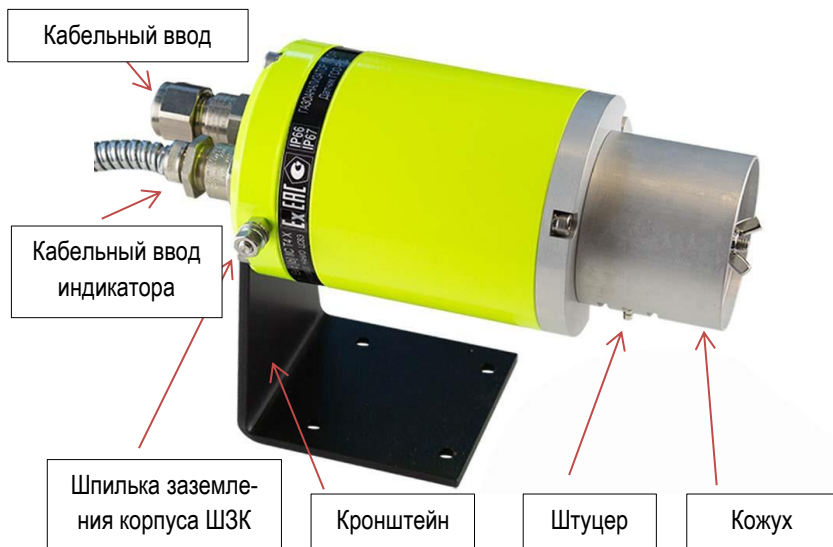

Рисунок 3 Общий вид газоанализатора ГСО-Р1 (исполнение с индикатором)
1.4.6 Для дистанционной проверки работоспособности газоанализатора ГСО-Р1 возможна поставка (по спец. требованию заказчика) кожуха в варианте со штуцером (рис. 3)